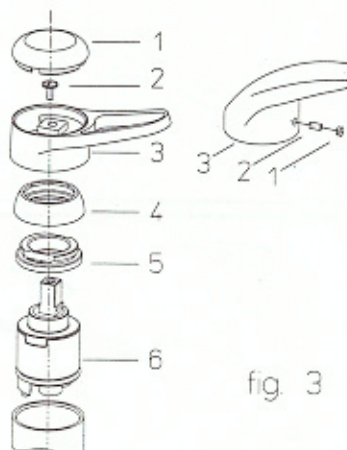

fig. 3
**SOSTITUZIONE CARTUCCIA (fig. 3)**
**REPLACEMENT OF THE CARTRIDGE (fig. 3)**
**LE REMPLACEMENT DE LA CARTOUCHE (fig. 3)**
**AUSWECHSLUNG DER KARTUSCHE (Fig. 3)**
**SUSTITUCION DEL CARTUCHO (fig. 3)**